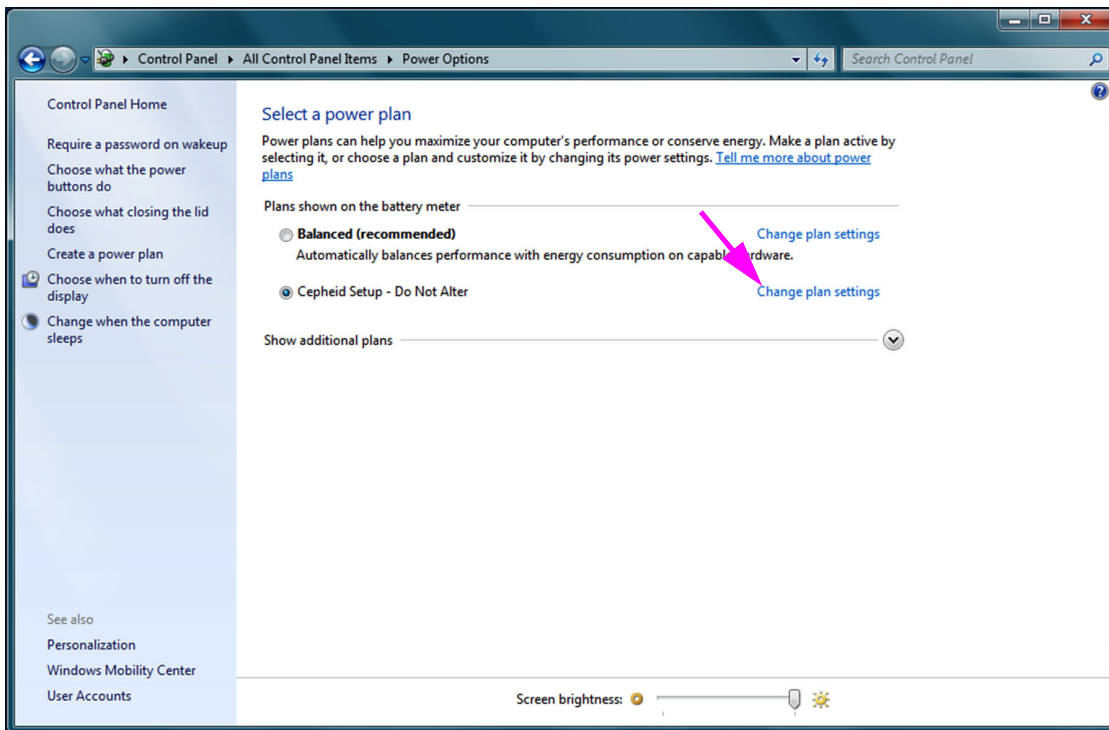
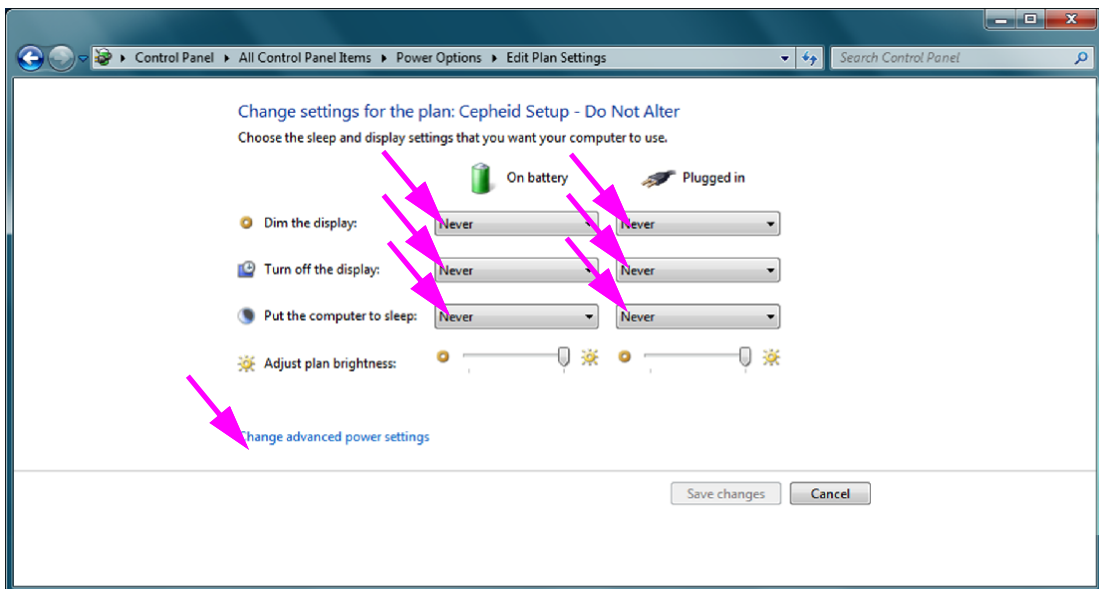
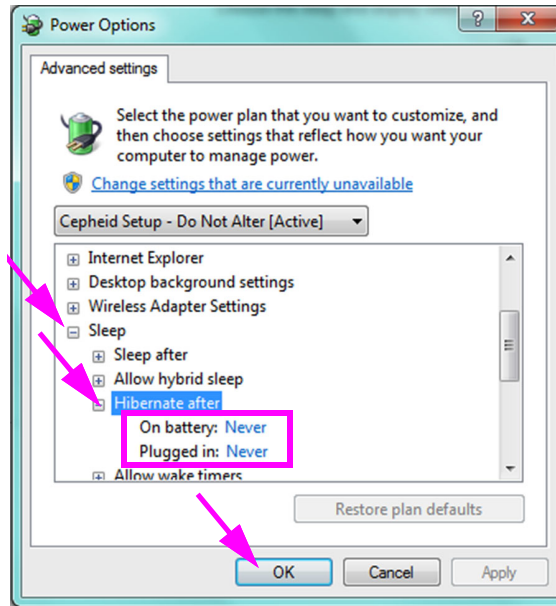
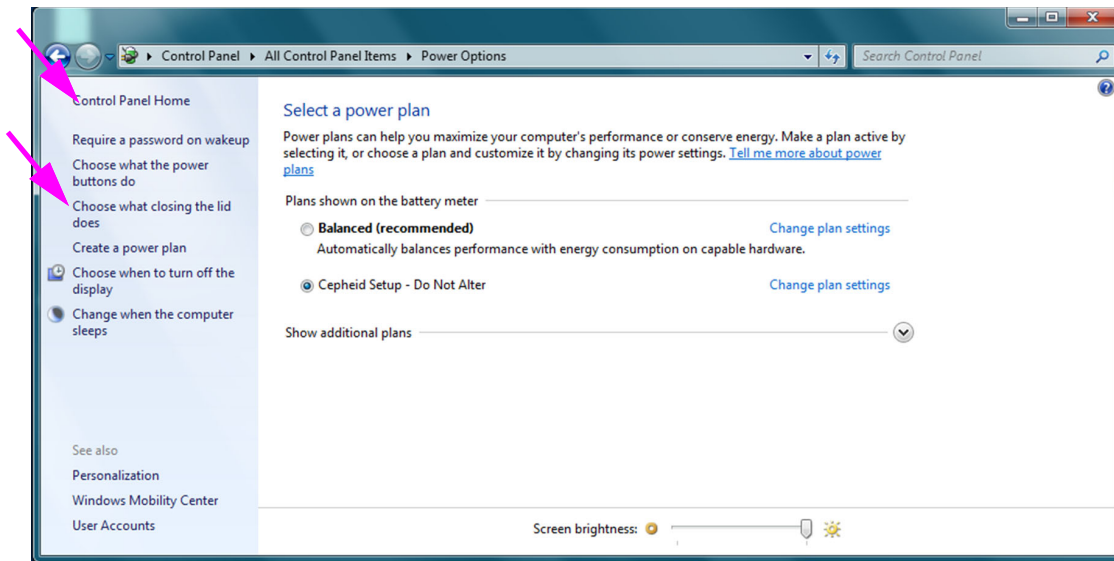

Figura 2-19. Ventana Power Options (Opciones de energía)
Figura 2-20. Ventana Edit Plan Settings (Editar la configuración del plan)
Figura 2-21. Ventana Power Options - Advanced settings Window (Opciones de energía: Configuración avanzada)
Figura 2-22. Ventana Power Options (Opciones de energía)
Consulte la figura 2-19. Aparece la ventana Edit Plan Settings (Editar la configuración del plan). Consulte la figura 2-20.
4. Asegúrese de que las opciones **Dim the Display (Atenuar la pantalla)**, **Turn off the display (Apagar la pantalla)** y **Put the computer to sleep (Poner al equipo en estado de suspensión)** estén ajustadas a **Never (Nunca)** en las opciones **On battery (Con batería)** y **Plugged In (Con corriente alterna)**. Consulte la figura 2-20.
- Haga clic en **Change advanced power settings (Cambiar la configuración avanzada de energía)** (consulte la figura 2-20). Aparece la ventana Power Options - Advanced settings (Opciones de energía: Configuración avanzada). Consulte la figura 2-21.
- En la ventana Power Options - Advanced settings (Opciones de energía: Configuración avanzada), haga doble clic en **Sleep (Suspend)** para expandir la lista, y luego haga doble clic **Hibernate after (Hibernar tras)**. Consulte la figura 2-21.
- Ordenadores de escritorio:** Verifique que el valor de esta **Setting (Configuración)** esté ajustado a cero (0) o a **Never (Nunca)**. En caso contrario, cambie el valor de esta **Setting (Configuración)** a cero (0) o a **Never (Nunca)**.
- Portátiles solamente:** Verifique que los valores **On battery (Con batería)** y **Plugged In (Con corriente alterna)** estén ajustados a **Never (Nunca)**. En caso contrario, haga clic en **On battery (Con batería)** y/o **Plugged In (Con corriente alterna)** y utilice las teclas de flecha arriba/abajo para establecer los valores a cero (0) en la opción seleccionable.
- Haga clic en **Cancel (Cancelar)** para cerrar la ventana Editar la configuración del plan. Aparece la ventana Power Options (Opciones de energía) (consulte la figura 2-22).
10. **Portátiles solamente:** Haga clic en **Cancel (Cancelar)** para cerrar la ventana Edit Plan Settings (Editar la configuración del plan). Se muestra la ventana Power Options (Opciones de energía) (consulte la figura 2-19).